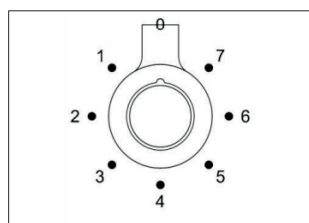

Fig. 16
- Pressionar e girar o manípulo (Fig.16) no sentido anti-horário até a posição selecionada.